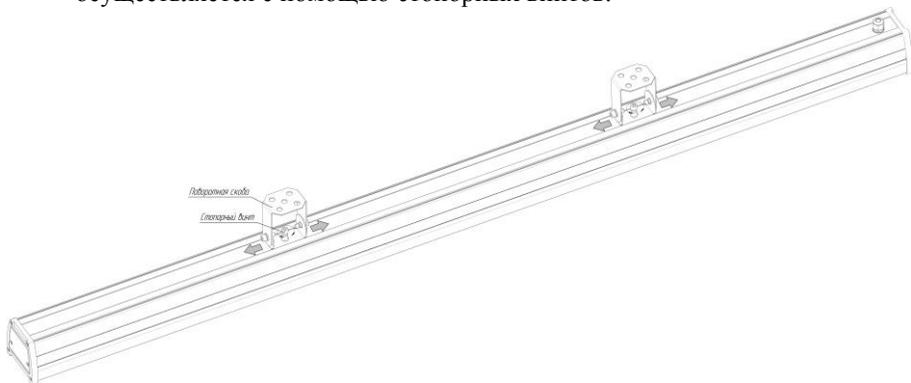

Рис. 1
1) Отрегулировать положение поворотных скоб на светильнике (Рис. 1). Минимальное рекомендуемое расстояние от краев светильника до поворотных скоб 100 мм. Фиксация положения поворотных скоб осуществляется с помощью стопорных винтов.